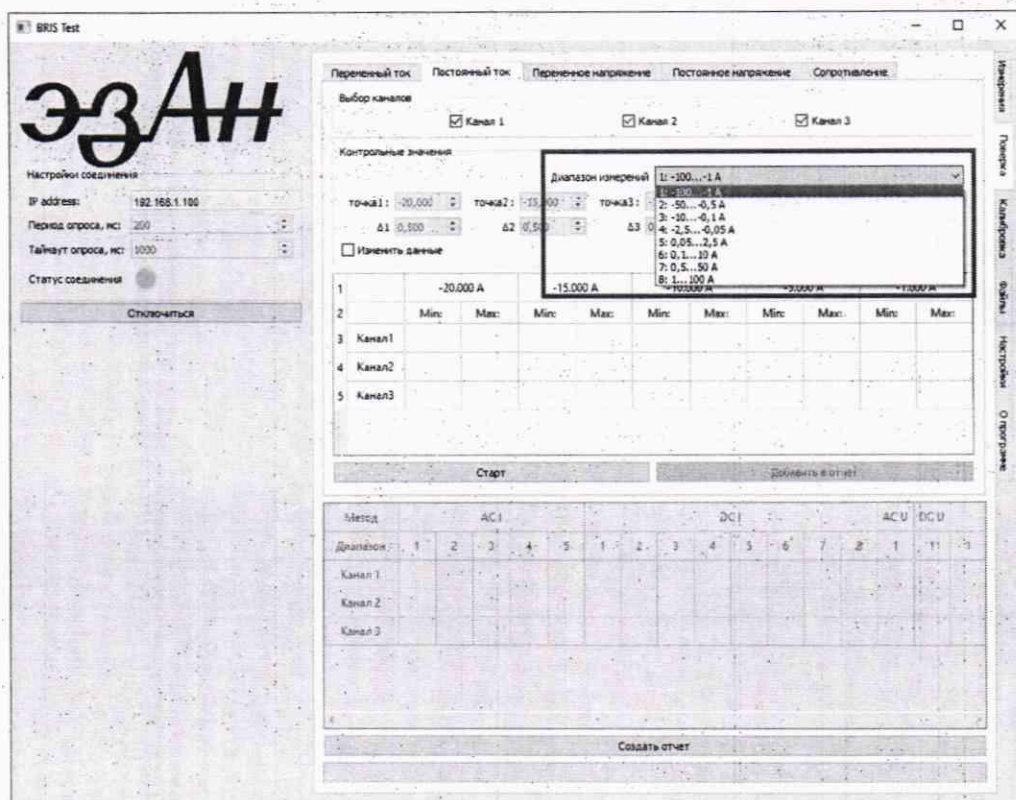
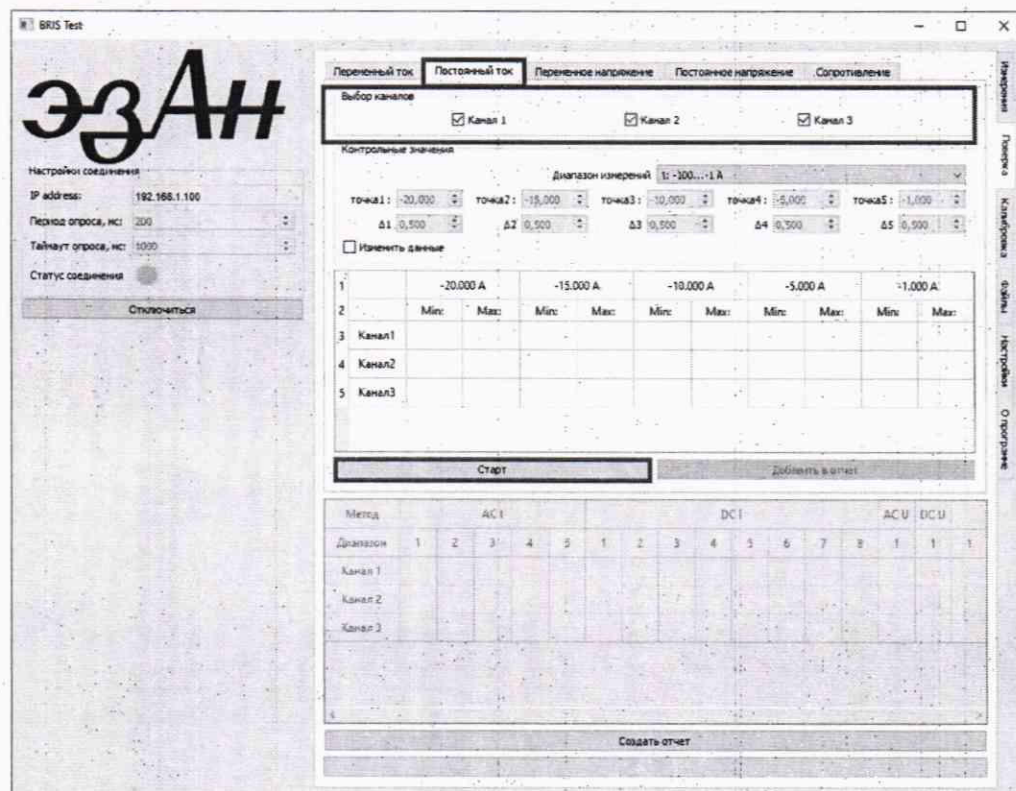

Рисунок 6
Рисунок 7
- Выбрать первый диапазон измерений, рисунок 6, затем выбрать галочками все каналы блока и нажать кнопку «Старт», рисунок 7.
- Следуя инструкциям, указанным в окне поверки, выполнить поверку каналов блока в первом диапазоне измерений. Значения тока, согласно таблицам 8 – 13, подавать от калибратора АЗ (в соответствии с руководством по эксплуатации калибратора). Допускаемые показания прибора рассчитаны по формуле (1).